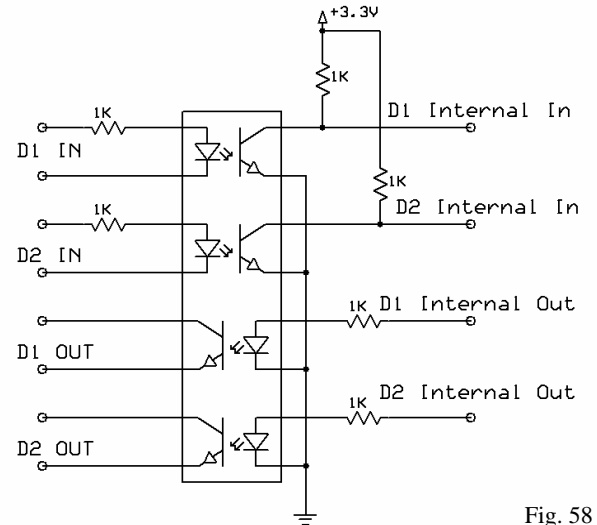

Fig. 58
- 4 D1 Output, D2 Input (Fig. 58)